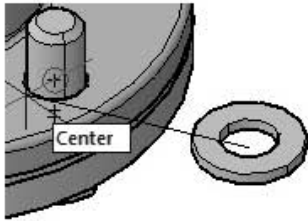

Рис. 12.20. Выбор первой точки на корпусе
15. Укажите первую точку с привязкой **Центр (Center)** — центр окружности верхнего основания крепежного отверстия в корпусе (рис. 12.20).